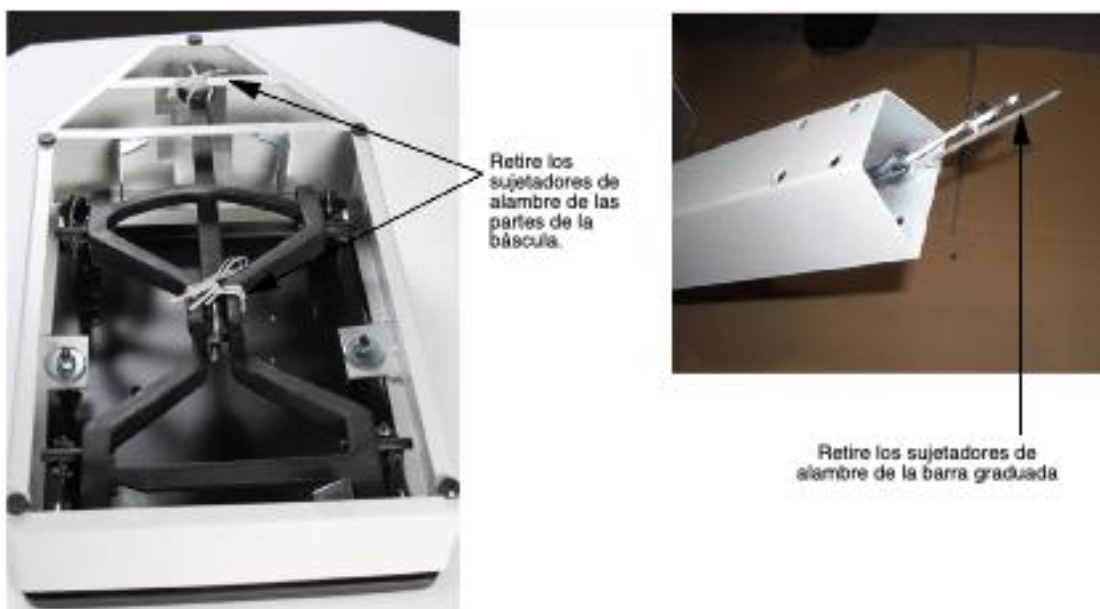

Figura 2-1. Retire los sujetadores de alambre
1. Coloque la base de la báscula en una mesa u otro lugar cómodo con la parte inferior hacia arriba (como se muestra en la imagen de la izquierda de la Figura 2-1)
2. Retire el sujetador de alambre plastificado de la base de la báscula como se muestra a la izquierda de la Figura 2-1. Retire el cable que sujeta la barra graduada durante el transporte (como se muestra a la derecha de la Figura 2-1).